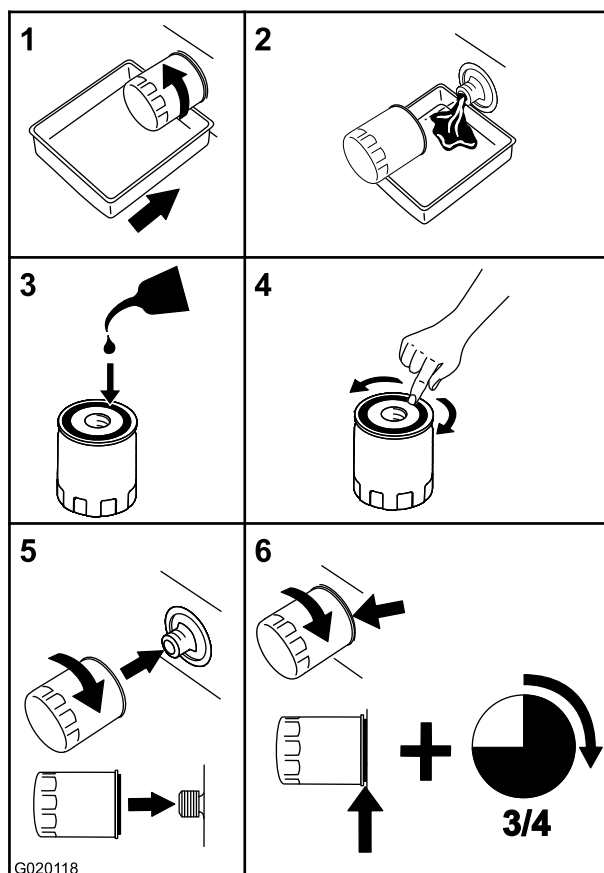

Figure 48
6. Placez un bac sous le filtre pour récupérer l'huile qui s'écoule quand le filtre et les bouchons d'aération sont retirés (Figure 48).
1. Appliquez une fine couche de d'huile sur la surface du joint en caoutchouc de chaque filtre (Figure 48).
2. Vissez le filtre dans le sens horaire jusqu'à ce que le joint en caoutchouc rencontre l'adaptateur puis vissez-le de 3/4 de tour à 1 tour supplémentaire (Figure 48).